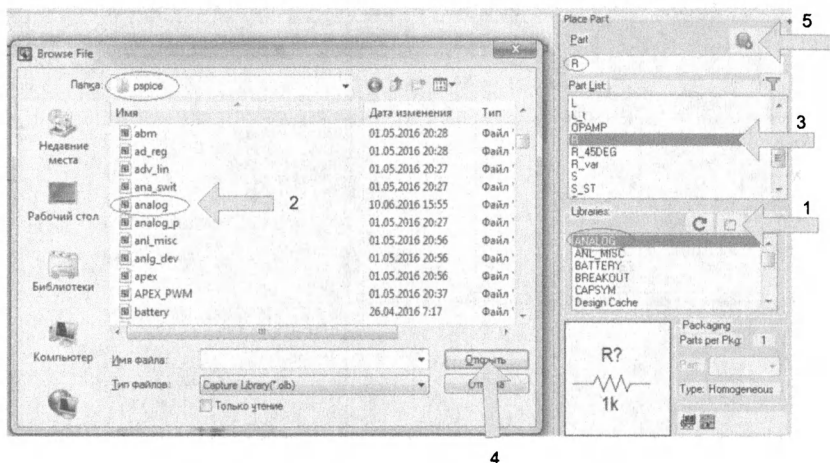

Рис. 2.5. Выбор резистора из каталога PSpice
5. Нажимаем Place Part и помещаем резистор в окно схемного редактора (рис. 2.5).